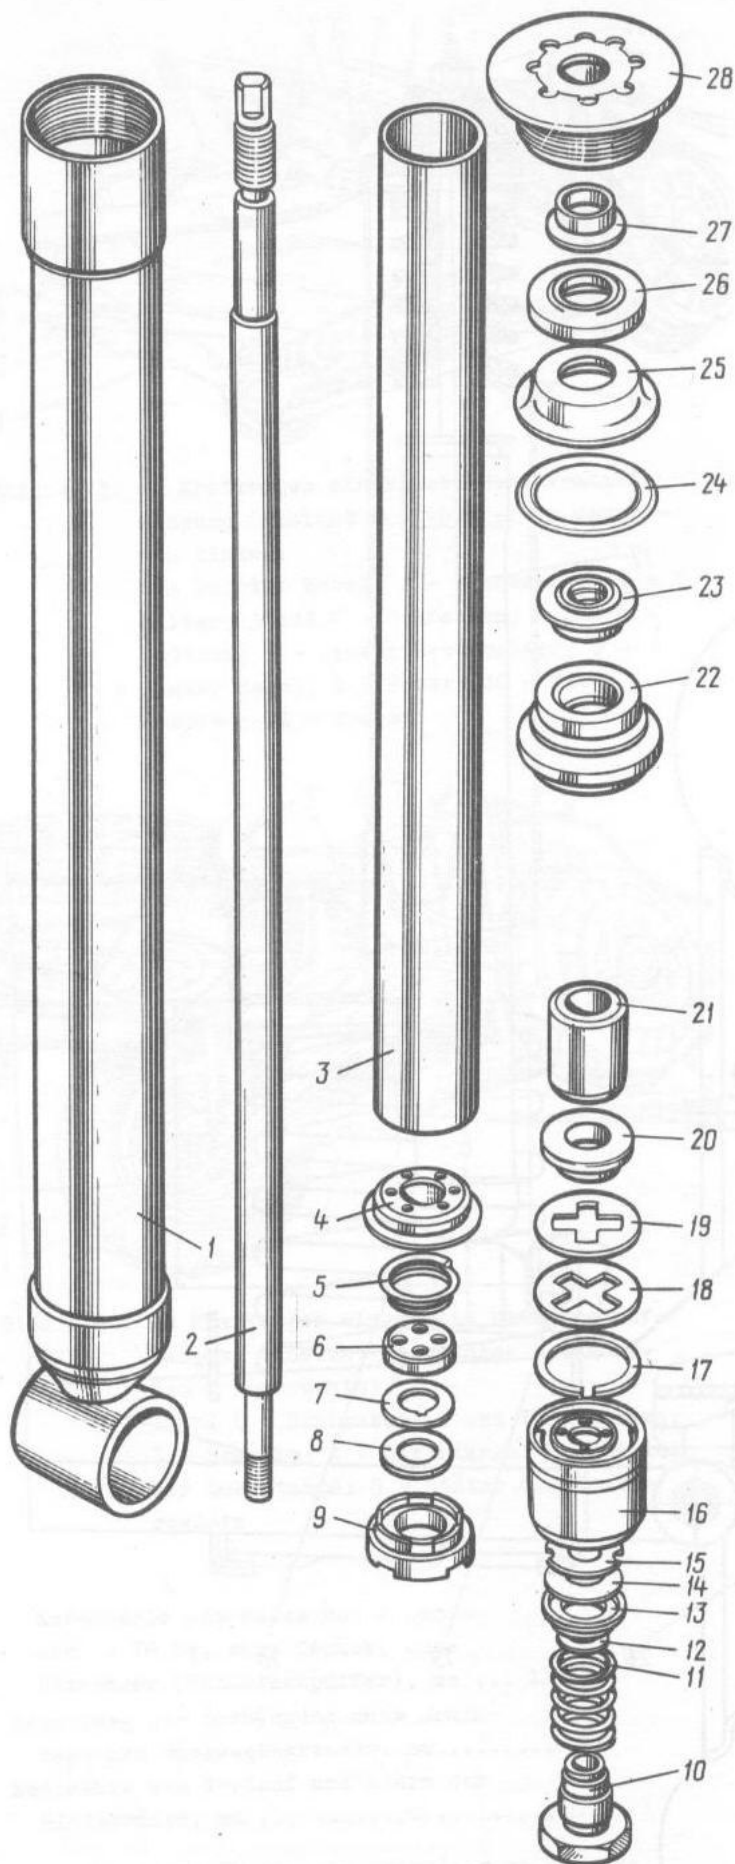

Bild 4-46. Stoßdämpfer der Hinterradaufhängung:
Die Stoßdämpferteile sind in Bild 4-46 gezeigt; die Bauart des Stoßdämpfers ist mit den Zweiröhrendämpfern der Vorder- und Hinterradaufhängung von Kraftwagen Modell Moskvich-2140 vereinheitlicht. Ein Unterschied besteht in Länge und Hub, in Bauweise der Anschlußstellen, in Größen der Widerstandskräfte und in Einsatz von Rückweg- und Druckwegpuffern. Außerdem gibt es am Stoßdämpfer keine Schutzhaube, denn der Stoßdämpfer ist in einer Nische des Spritzbleches der Karosserie eingesetzt, womit seine Stange von Verschmutzung und Beschädigung geschützt wird.
- Stoßdämpfer in Schraubstock einspannen, dabei das Auge des Behälters in Stirnflächen spannen, und Mutter 28 (siehe Bild 4-46) des Behälters mit Sonderschlüssel 80-1081 losschrauben und von Stange abziehen;